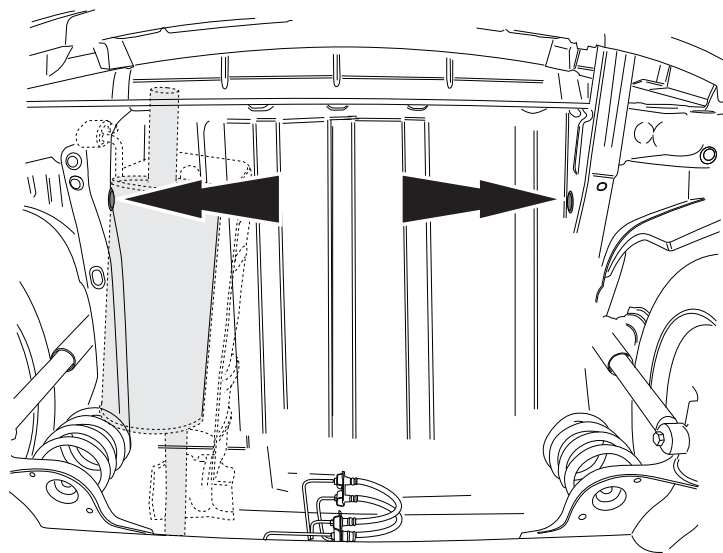

Fig. 3
6. Удалить резиновые пробки в указанных точках (см. рис. 3).